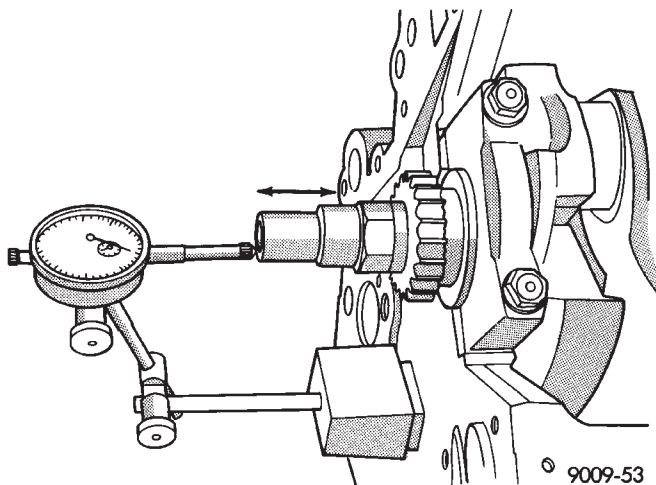

Fig. 19 Juego longitudinal del cigüeñal—característico
(1) Instale un indicador de cuadrante en la parte delantera del motor, colocando el probador en la punta del cigüeñal (Fig. 19).
(2) Desplace el cigüeñal hacia atrás hasta el tope trasero de su recorrido.
(3) Coloque el indicador de cuadrante en cero.